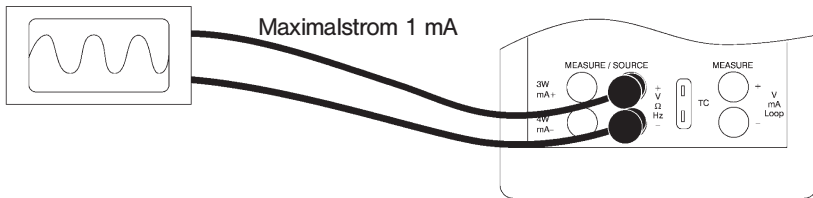

Abb. 19. Anschlüsse zur Prüfung eines Ausgabegerätes
3. Die Prüflleitungen am Instrument und am Kalibrator wie in Abbildung 19 anschließen.